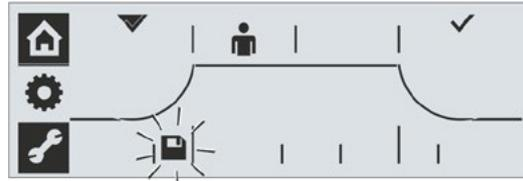

Fig. 12: Selezione del simbolo di salvataggio
16. Selezionare il simbolo di salvataggio: ruotare il Drive Controller verso destra finché il simbolo di salvataggio non lampeggia, fig. 12.